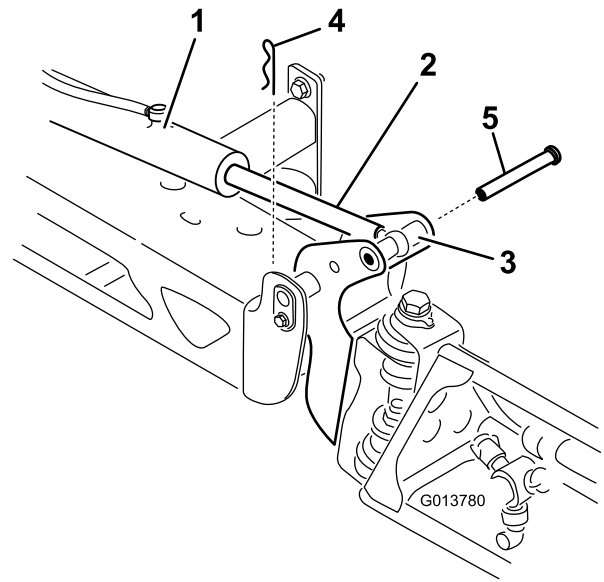

Bild 65
2. Nehmen Sie die Splint vom Lastösenbolzen ab (Bild 65).
3. Heben Sie den Abschnitt an und nehmen Sie den Lastösenbolzen ab, senken Sie den Abschnitt dann langsam auf den Boden ab (Bild 65).
7. Stützen Sie den Sprühabschnitt ab und stecken Sie den Lastösenbolzen durch das Auslegerscharnier und die Aktuatorstange (Bild 65).